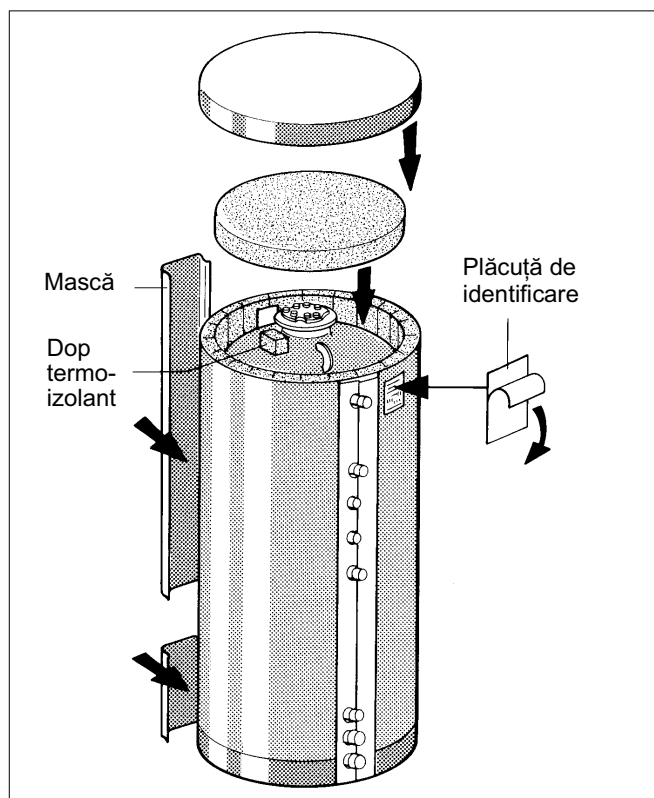

Fig. 8 Schemă de principiu
- Se introduce dinspre interior, în decupare, dopul termoizolant dreptunghiular (Fig. 8).
- Discul termoizolant superior se așează peste capacul gurii de vizitare astfel încât marginea termoizolației să fie în același plan cu discul (Fig. 8).
- Capacul boilerului (capac din material plastic) se așează peste discul termoizolant și marginea plăcilor termoizolante (Fig. 8).
- Se montează prin culisare masca pe rigla de închidere a plăcilor termoizolante (Fig. 8).
- Plăcuța de identificare se lipește în dreapta sus lângă ștuțul "AB" după îndepărtarea foliei de protecție de pe spate (Fig. 8).
- Se așează discul termoizolant superior peste capacul gurii de vizitare (Fig. 8).